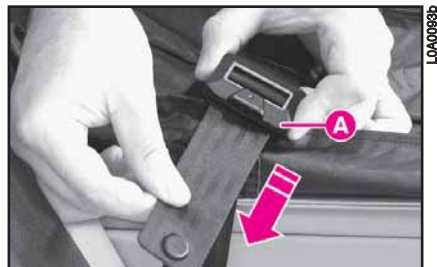

fig. 209
2) Serrer la courroie en tirant son extrémité, retenir la boucle **A** (fig. 209).